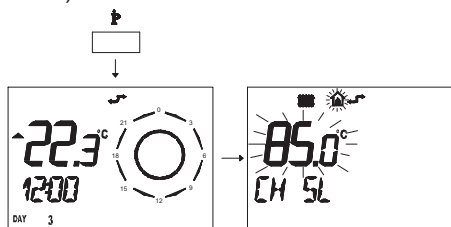

Figura 5.48
- Premere per più di 3 secondi il pulsante  per entrare in modalità INFO (Figura 5.48).